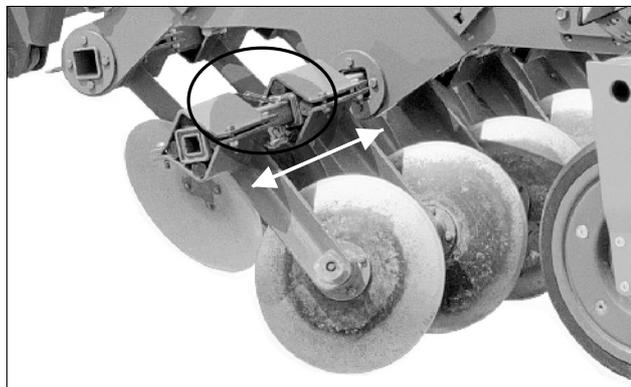

Fig. 31
- Amenez les disques d'extrémité (Fig. 31) en position de travail: